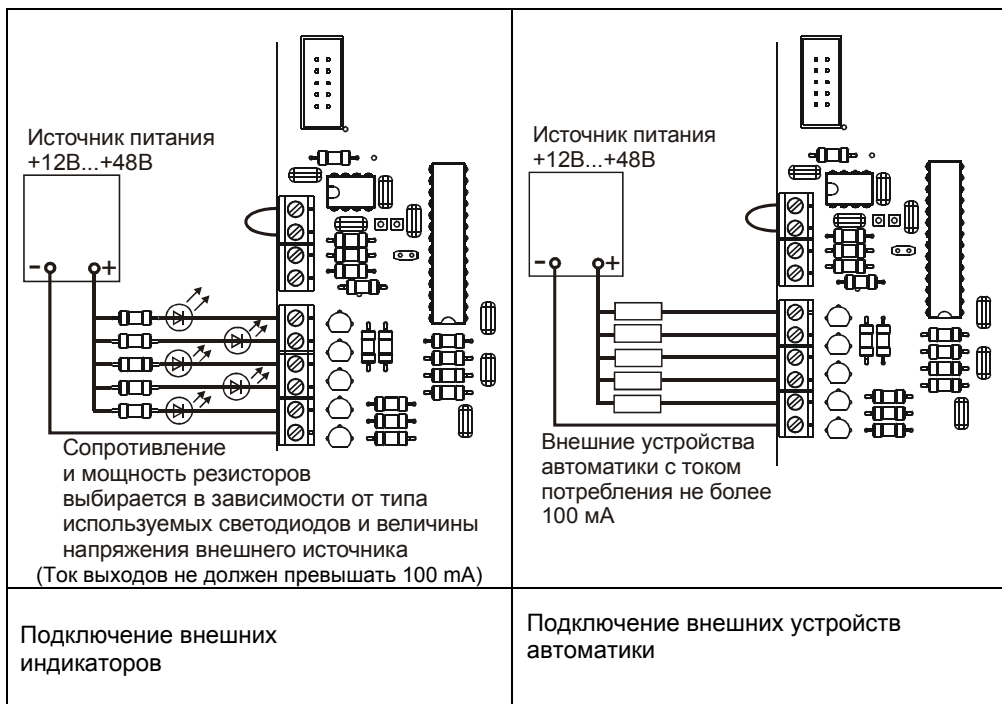

Рисунок 3
В изделии предусмотрена возможность подключения цепей управления внешними устройствами автоматики и (или) дистанционного контроля состояния устройства посредством выходов типа «открытый коллектор» (см. таблицу 2 и рисунок 3):
- подключить, при необходимости, к соответствующим контактам колодок (выходы типа «открытый коллектор») внешние цепи индикации или внешние устройства автоматики с током потребления до 100мА (см. рисунок 3);